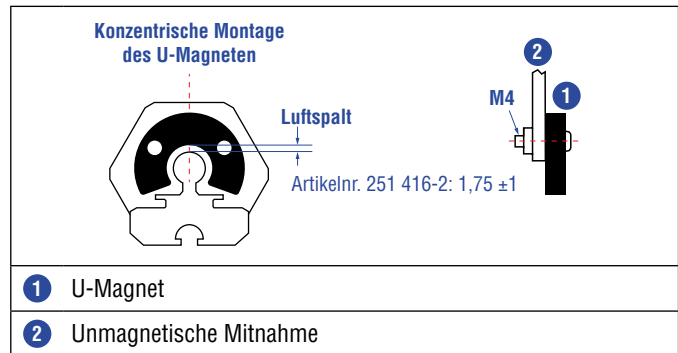
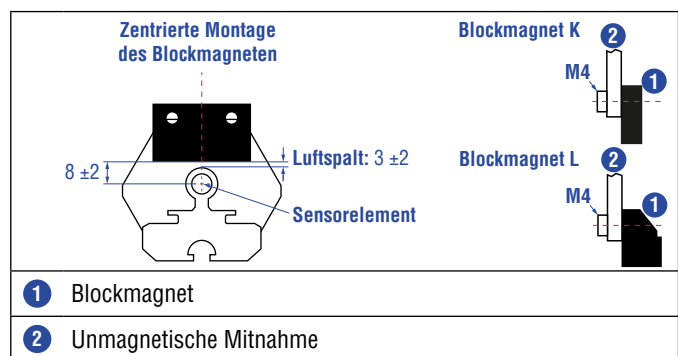

Abb. 68: Montage U-Magnet (Artikelnr. 251 416-2)
Abb. 69: Montage Blockmagnet (Artikelnr. 403 448)
- Montieren Sie Blockmagnete zentriert über dem Messstab oder dem Sensorprofil. Maximal zulässigen Luftspalt nicht überschreiten (Abb. 68/Abb. 69).